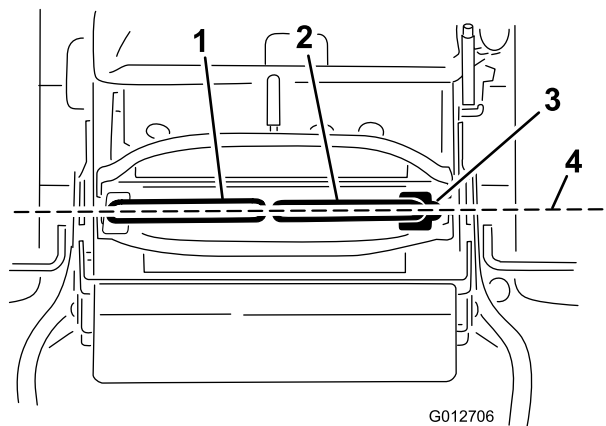

図 71
重要 Eコントロールレバーの調整が終わったあとは、試運転を行なって走行状態を確認してください。コントロールレバーの前後整列調整も、同じ手順で行ないます 図 71。
1. 水平調整が終わったら、両方のコントロールレバーを前方に少し押して各リンクの遊びをなくし、その状態で両レバーが前後に揃っているかどうかを点検する 図 71。